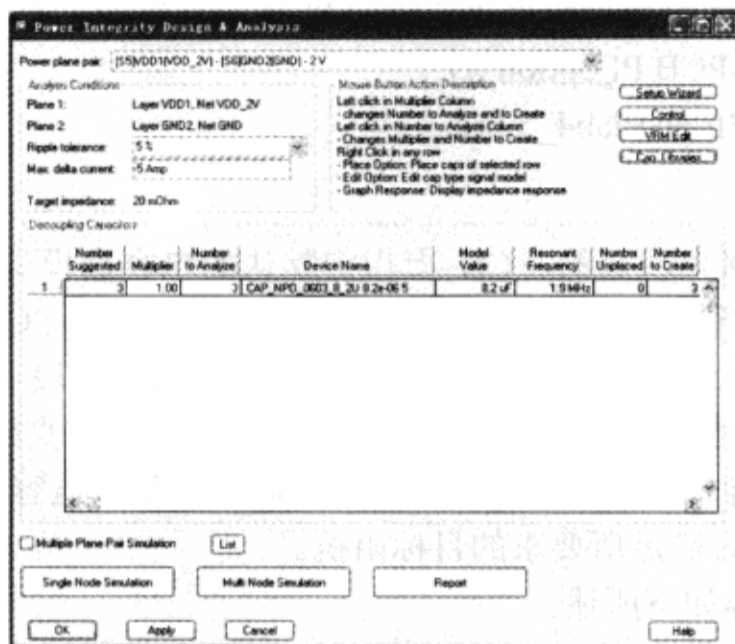

图 10-6-63 “Power Integrity Design & Analysis”对话框
(1) 在 Allegro PCB PI option XL 窗口中执行菜单命令“Analyze”→“Power Integrity”，弹出“Power Integrity Design & Analysis”对话框，如图 10-6-63 所示。